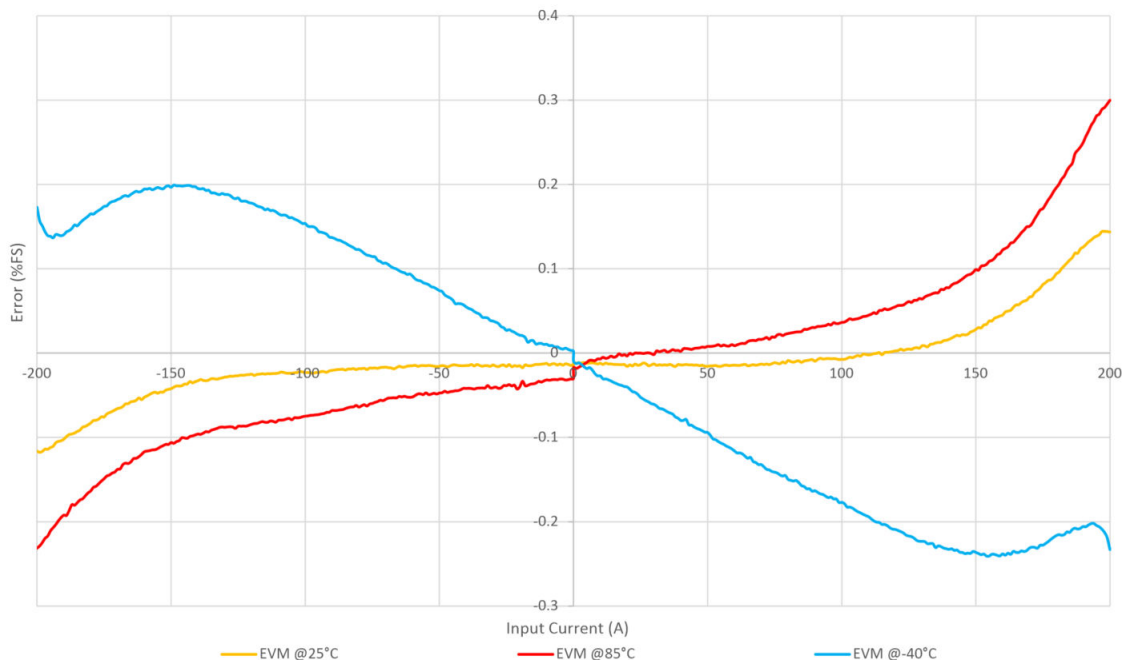

图 3-3. AMC-AMP-200A-EVM 总误差 %FS 结果
7. 绘制相对于输入电流  $I_{\text{IN}}$  的计算结果图。图 3-3 显示了在温度范围内从两个样本获取的结果。